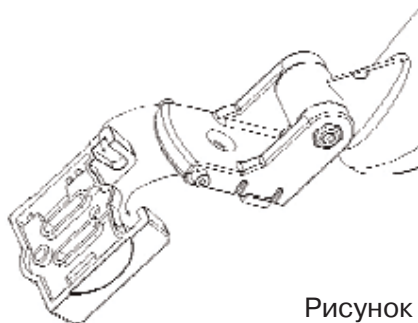

Рисунок 4
• Прислоните штифт к штифт-пластине (Рисунок 4).